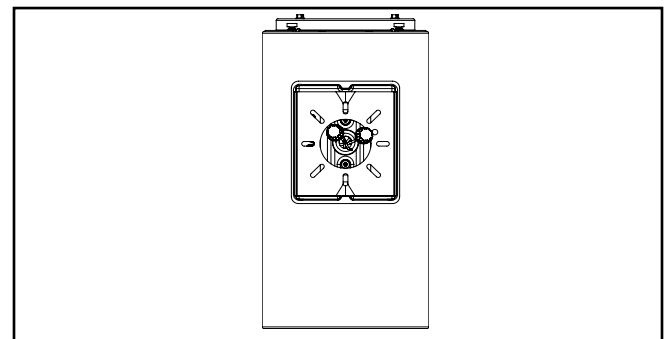

Figura 1.
1. Coloque la placa de montaje en pared en la caja de empalme usando los accesorios de montaje para este tipo de cajas (de otras marcas) y ajuste a un par de torsión de 17 pulg./lb (1,92 Nm) si utiliza un tornillo de 8-32 (Figura 1.).